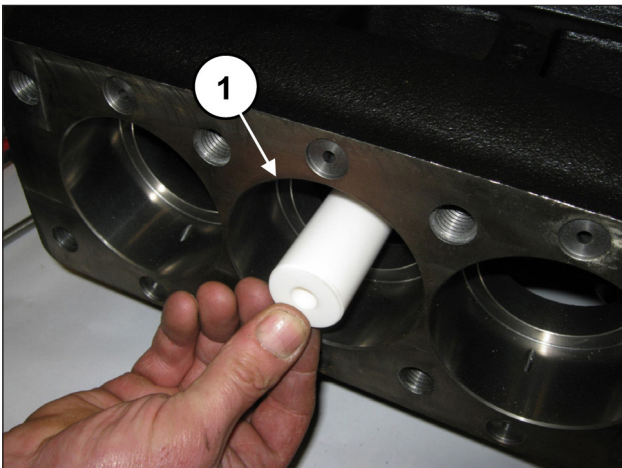
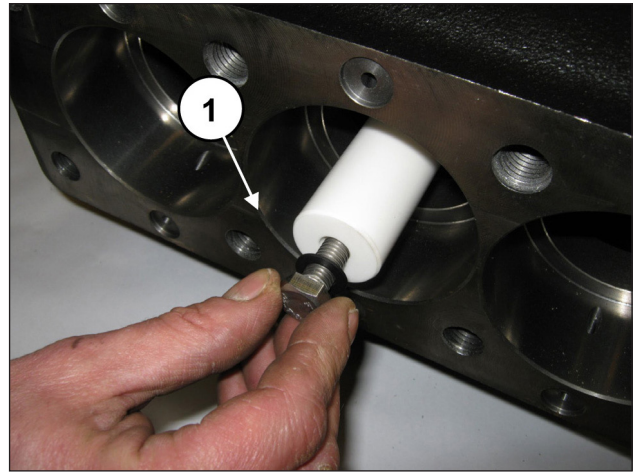

Abb. 188
Abb. 189
Montieren Sie die Kolben in die entsprechenden Führungen (Pos. ①, Abb. 188) und befestigen Sie diese lt. Pos. ①, Abb. 189.